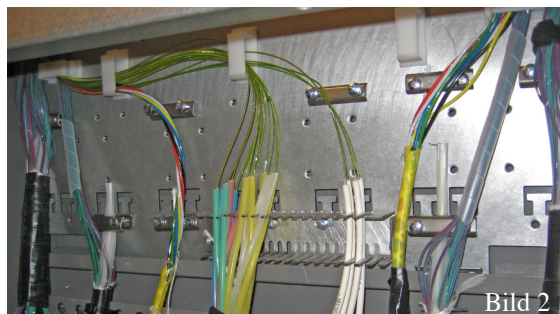

Bild 2
3. Välj lämpligast dragavlastare för in- och utgående kabel. Se bild 2.
4. Bandfiber dras från FRP till kassett och fiber i tub dras in i kassett från FRP. Fast sekundärskydd och blåfiber dras direkt till kassett. Se bild 2.